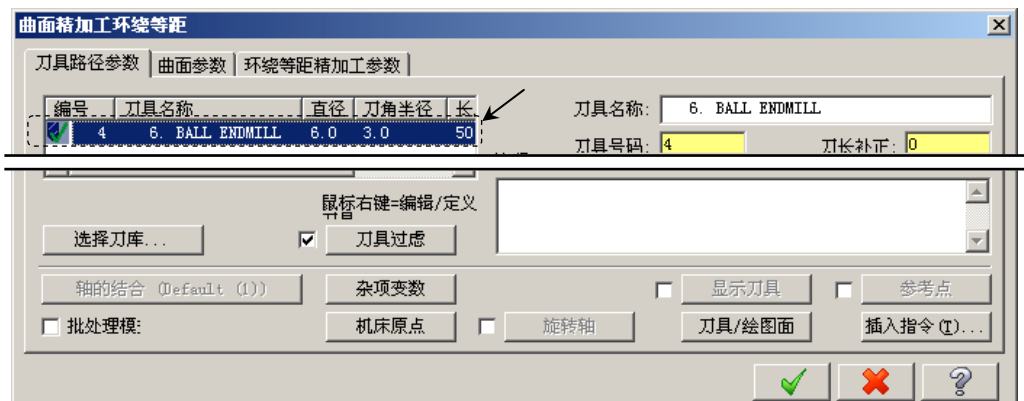

图 22.28 “刀具路径参数”选项卡
(4) 单击  按钮，系统弹出“曲面精加工环绕等距”对话框。
Step3. 选择刀具。在“曲面精加工环绕等距”对话框中选择图 22.28 所示的刀具。